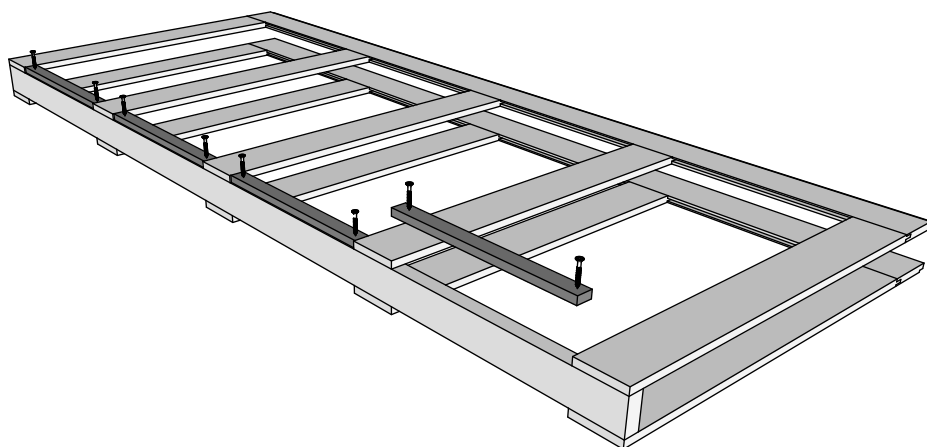

Рисунок 11
4.4 Установить выравнивающие элементы под гипсокартон (деталь G) и закрепить саморезам 3,5*32. Перевернуть пенал на другую сторону и повторить операцию (Рис. 11)